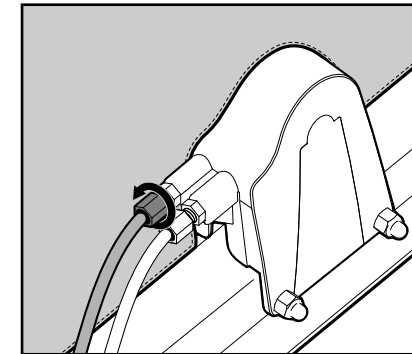

Figure 36
- c. Ajustez le câble en tournant le dispositif de réglage du barillet correspondant dans le sens inverse des aiguilles d'une montre afin de serrer le câble (Figure 36). Faites tourner le dispositif de réglage du barillet gauche pour le frein de gauche et le dispositif de réglage du barillet droit pour le frein de droite.